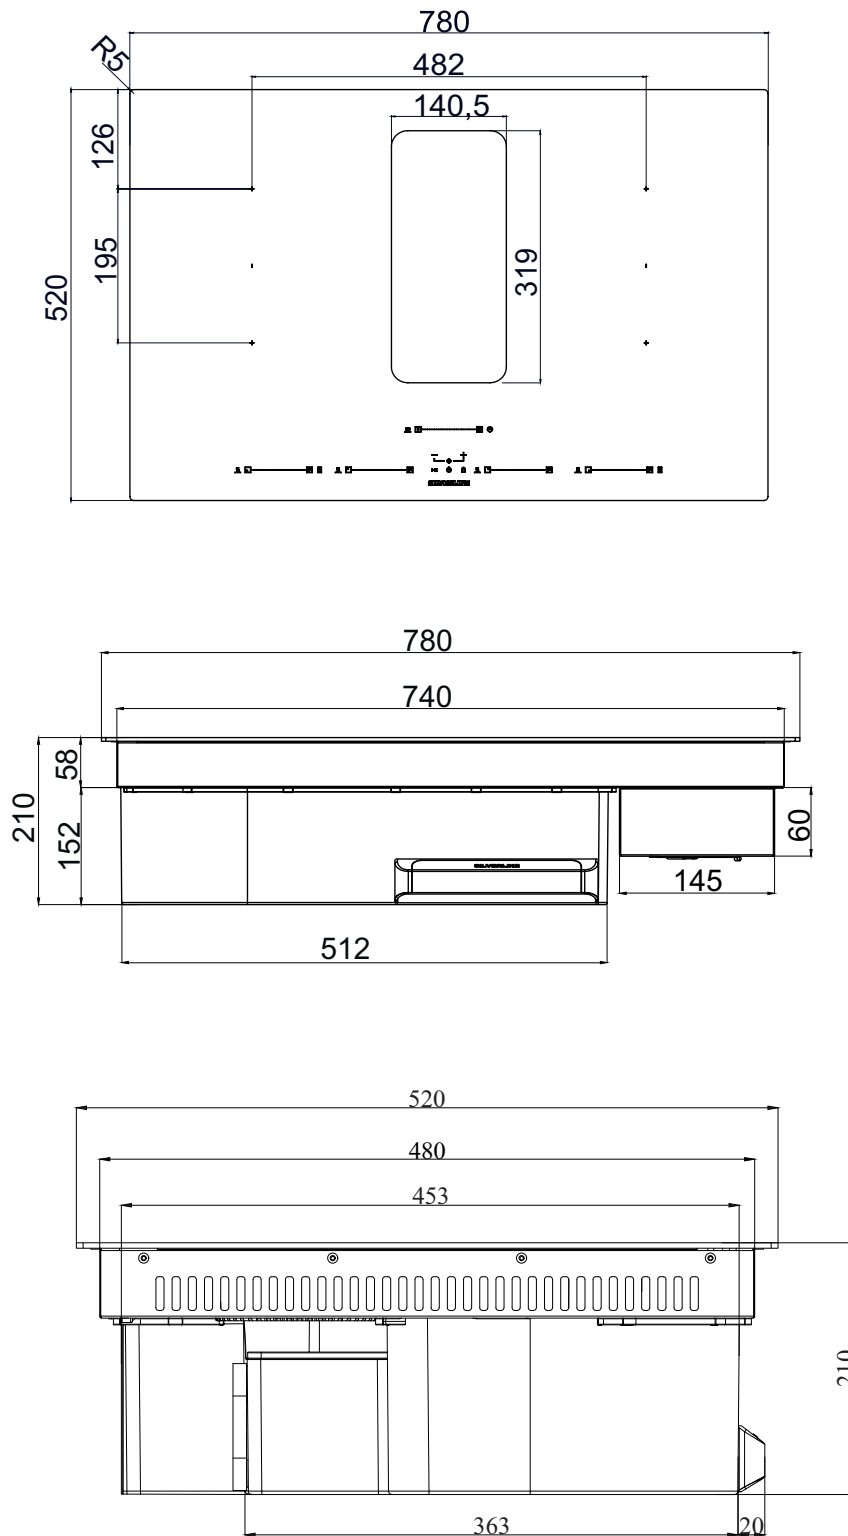

Abb. 10: FLOW-IN Pro S von oben / vorne / von der Seite
- Maße in der Darstellung Abb. 10 sind in mm angegeben.